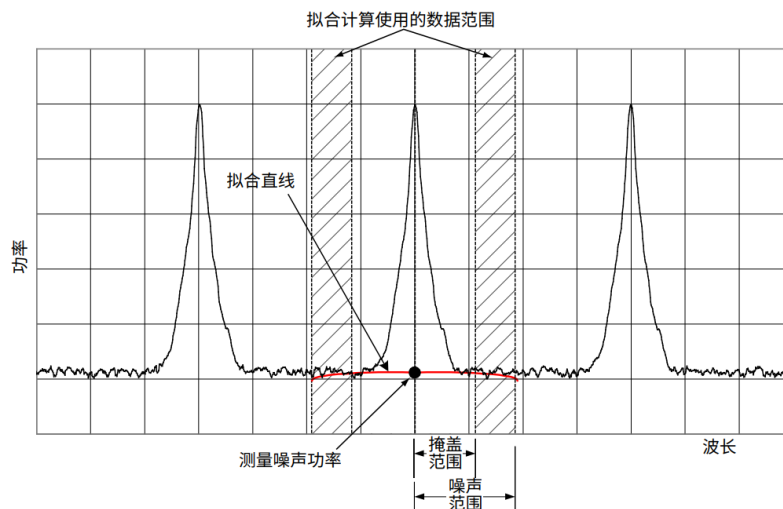

图 3.92 拟合算法示意图
- 噪声算法：噪声功率的曲线拟合方法，如图 3.92 所示。